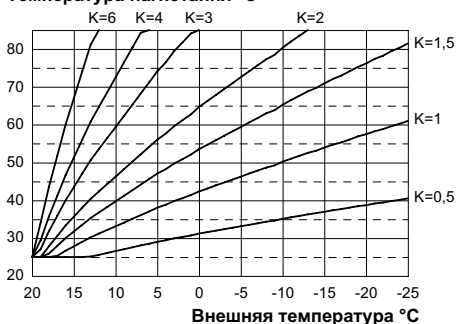
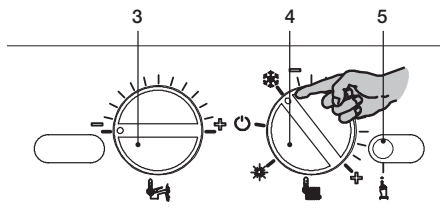
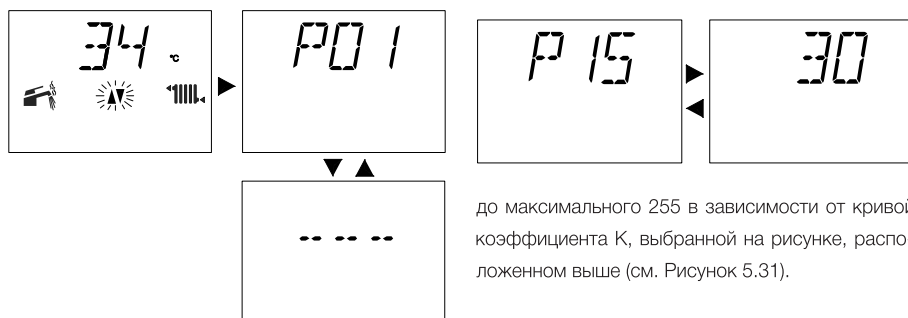
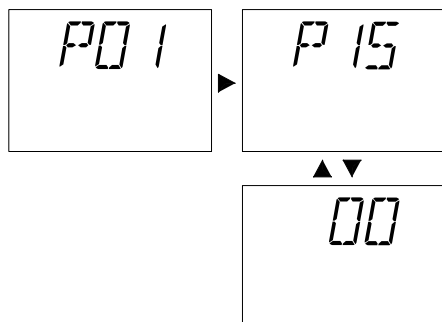

Рисунок 5.26
Рисунок 5.27
Рисунок 5.29
Рисунок 5.30
При подключении внешнего датчика с целью оптимизации температуры отопления данный параметр необходимо настроить с учетом производительности системы (Рисунок 5.26).
необходимо установить коэффициент К на 1,5 (пунктирная линия, см. Рисунок 5.26).
- Установите регуляторы 3 и 4 так, как показано на следующем рисунке (см. Рисунок 5.27).
- Чтобы настроить коэффициент К (см. Рисунок 5.26), войдите в режим программирования, нажав и удерживая в течение 15 с кнопку сброса 5 (Рисунок 5.27), пока на ЖК-дисплее не появится параметр P01. На ЖК-дисплее последовательно отобразятся следующие символы (параметр P01.будет загораться поочередно. Рис. 5.29
- Нажмите кнопку сброса 5 (Рисунок 5.27) и пролистайте параметры, пока не дойде те до параметра P15, предназначенного для настройки коэффициента K. На ЖК- дисплее последовательно отобразятся следующие символы (параметр P15 будет загораться поочередно с 00), см. рис. 5.30